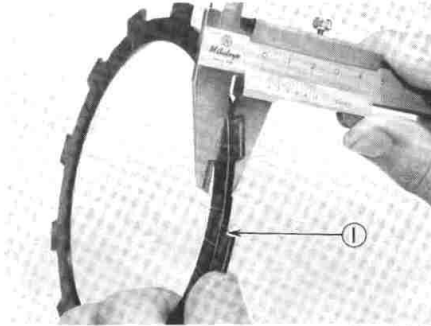

Fig. 3-4-22
1. Measure the friction plates at three or four points. If their minimum thickness exceeds tolerance, replace. (Fig. 3-4-22)
1. Mesurez les disques de friction en trois ou quatre endroits. Si leur épaisseur minima excède la tolérance, remplacez-les. (Fig. 3-4-22)